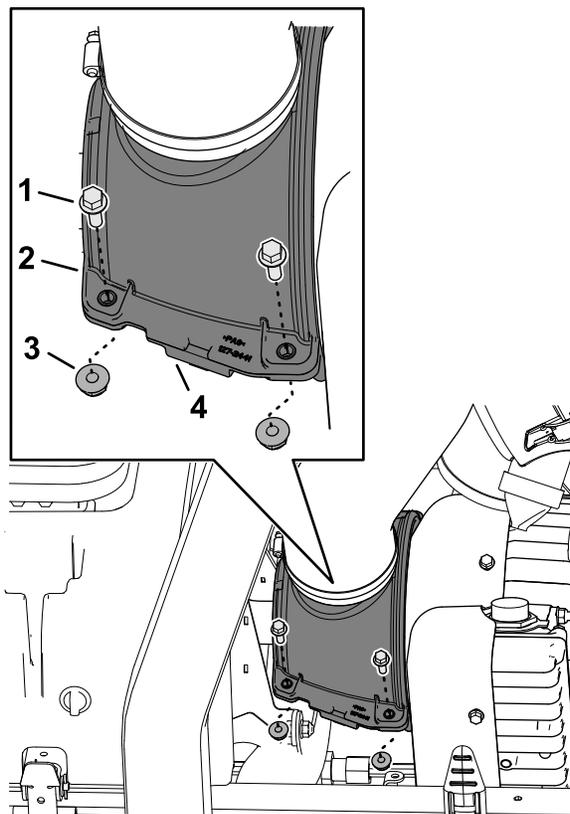

図 69
1. ジェネレータ冷却用エアシュラウドの上部分と下部分を固定しているフランジヘッドキャップスクリュー4本とフランジロックナット4個を外す 図 69。